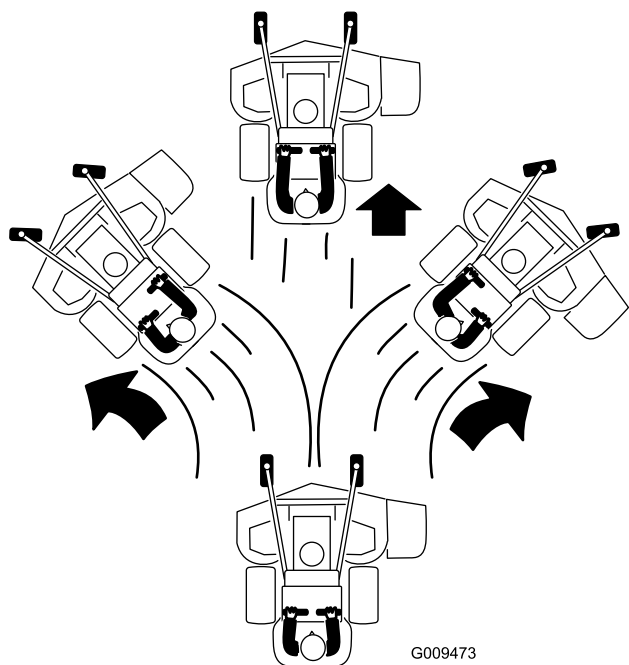

Figure 21
3. Poussez lentement les leviers de commande de déplacement lentement en avant (Figure 21).